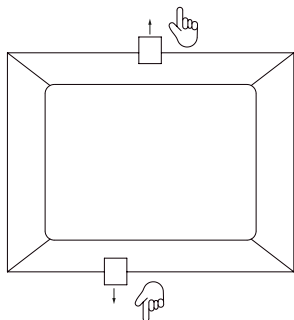

Рисунок 3
4.2 Перед установкой прожектора удалить клипсы (рисунок 3).